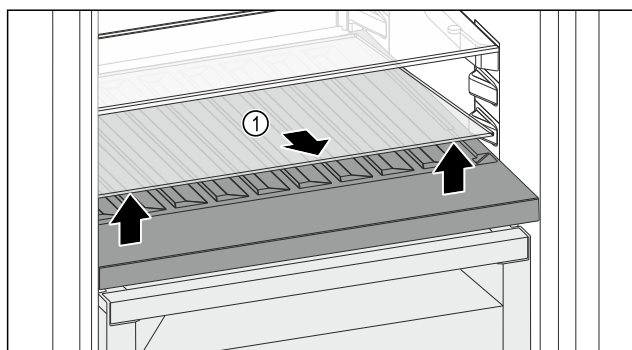

Fig. 156
- Lyft glasskivan Fig. 156 (1) i ursparingen fram till och ta ut den.
- Förvara glasskivan Fig. 156 (1) säkert utanför skåpet.